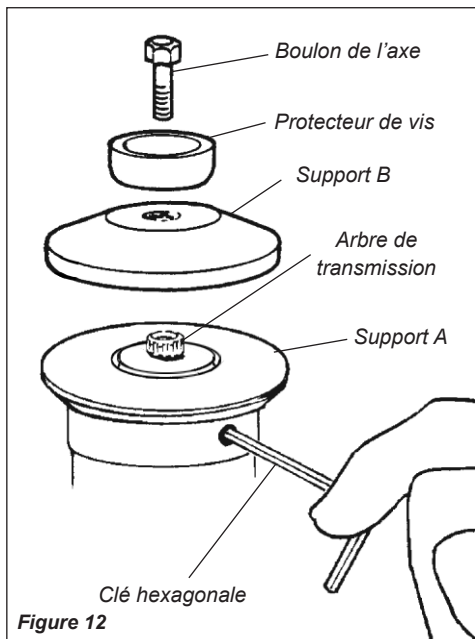

Figure 12
1. Mettre le trou du support de lame A au même niveau que le trou de la bride du carter renvoi d'angle, et bloquer temporairement l'arbre de sortie en insérant une clé hexagonale dans les deux trous. Voir figure 12.